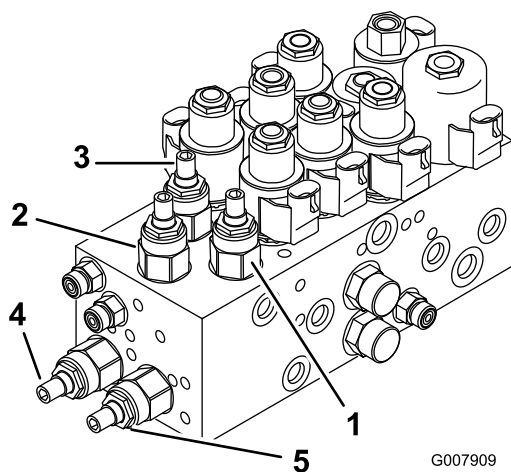

Figure 79
2. Repérez les vannes sur le collecteur de levage afin de régler le(s) unité(s) de coupe voulue(s) ; voir le tableau et la Figure 79.